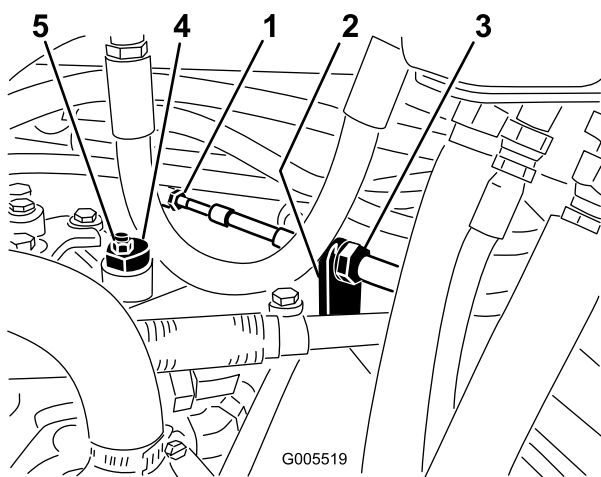

Figura 54
- A. Liberte as porcas que fixam o cabo de tracção ao anteparo do hidróstato (Figura 54). Certifique-se de que as porcas se encontram soltas de forma idêntica, de modo a permitir a operação de ajuste.
Nota: Liberte a porca que fixa o disco excêntrico ao cimo do hidróstato (Figura 54).
deixar de rodar, aperte a porca, bloqueando deste modo o disco excêntrico e fixando a posição de ajuste (Figura 54). Verifique se o ajuste é o adequado colocando o regulador nas posições SLOW e FAST.
- D. Aperte as porcas que se encontram em cada um dos lados do anteparo, fixando deste modo o cabo de tracção ao anteparo (Figura 54). Não rode o cabo.